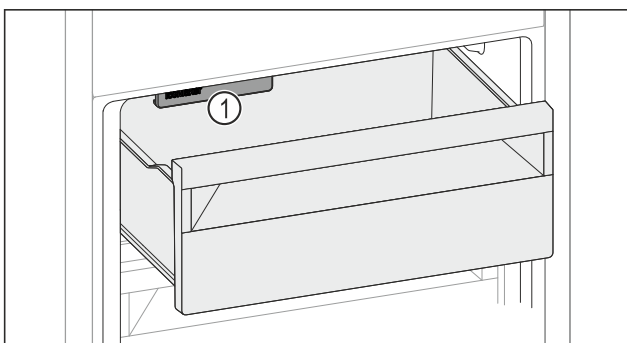

Fig. 153
- ▶ IceMaker Fig. 153 (1) berücksichtigen.